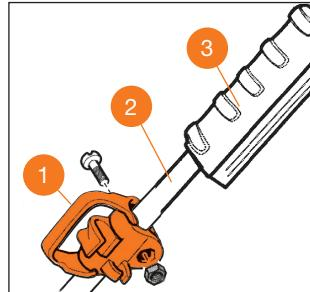

рис. 2
1. Установите фиксатор кабеля ① на верхнюю рукоятку ② ниже крепления блока выключателя ③ (Рис. 2).